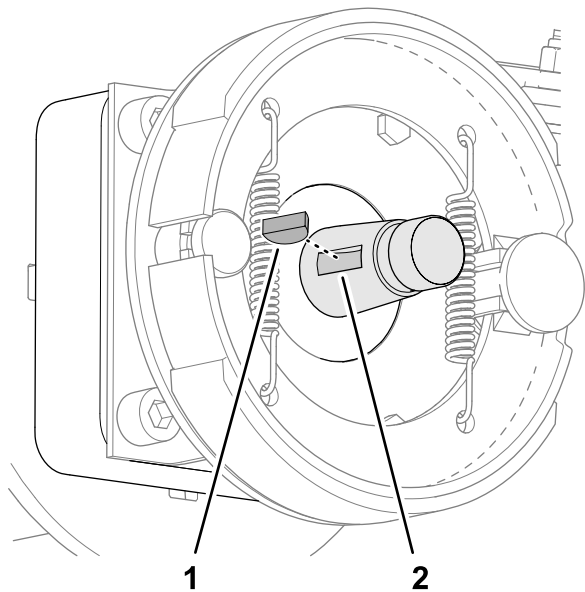

Рисунок 71
2. Вставьте сегментную шпонку в шпоночный паз вала колесного мотора (Рисунок 71).